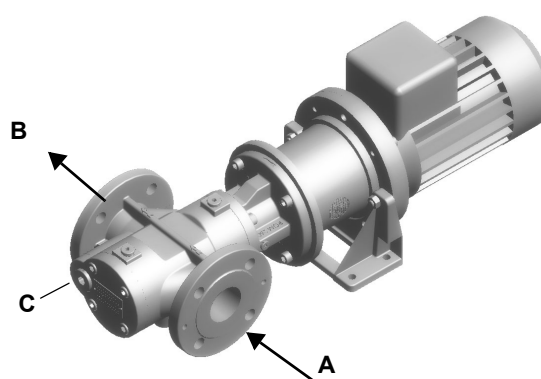

Рис. 4 - Kral
- Чугунные котлы, трёхходовые котлы (с первым поворотом газов в задней части котла): сопло должно входить в камеру сгорания не более, чем на **Dist** = 100 мм. (Рис. 4)